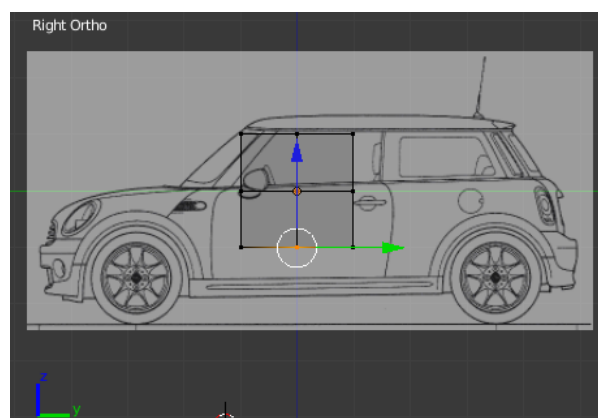

Figura 4.6
7. Pressione de novo Add Image, Not Set e Open. Selecciono o ficheiro com a imagem lateral do carro. No menu Axis seleccione Right. Figura 4.6.